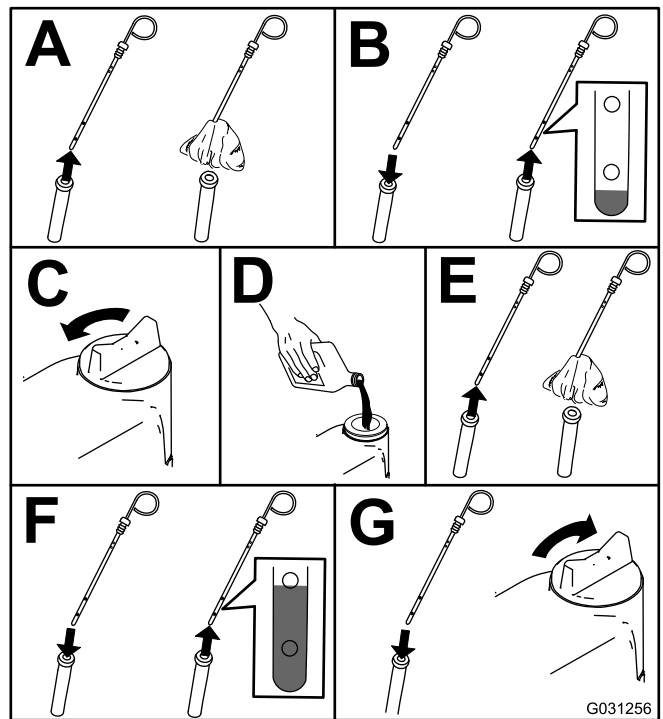

Figura 71
2. Compruebe el nivel de aceite del motor (Figura 71).